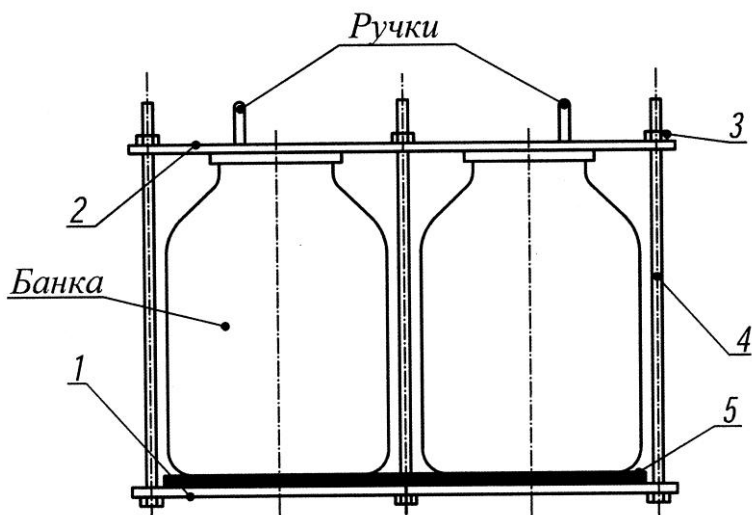

Рис.2 Кассета
Установить в кассету подготовленное количество банок с закатанными продуктами согласно таблице 2.2 (где показана максимальная вместимость) и надежно зафиксировать банки в кассете с помощью зажимных гаек 3 (рис. 2), затягивая их крест-накрест ключом так, чтобы плотно притянуть крышку 2 к банкам с лёгким усилием.
ВНИМАНИЕ! Если Вы используете стеклянную тару с крышками марки «твист-офф» (закручивающиеся крышки), то крышку 2 (рис.2) можно не устанавливать.
При установке банок в два слоя, банки верхнего слоя устанавливаются непосредственно на банки нижнего слоя без резиновой прокладки 5 (рис.2). Банки должны располагаться как можно ближе к шпилькам. Банки должны иметь одинаковую высоту. Проверить надёжность крепления банок, для этого попытаться руками сдвинуть банки относительно основания и крышки кассеты. Сдвиг не допустим.
5.22. Вынуть кассету (рис. 2) из автоклава и установить в безопасное место для дальнейшего
5.23. После остывания банок до комнатной температуры открутить гайки 3 (рис. 2), снять крышку 2, вынуть банки с консервируемой продукцией и проверить состояние крышек, банок и прочность закатки.